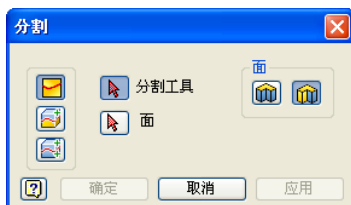

图 3-64 “分割”对话框
(1) 单击【模型】标签栏【修改】面板上的【分割】工具按钮 , 打开【分割】对话框如图 3-64 所示。可看到分割方式有两种, 零件分割用来分割零件实体, 面分割用来分割面, 这里